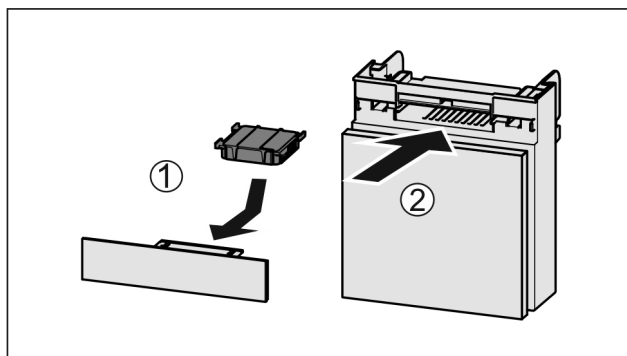

Fig. 144
- Vendosni filtrin me karbon aktiv siç tregohet në figurë Fig. 144 (1).
- Futni kutinë në vend Fig. 144 (2).